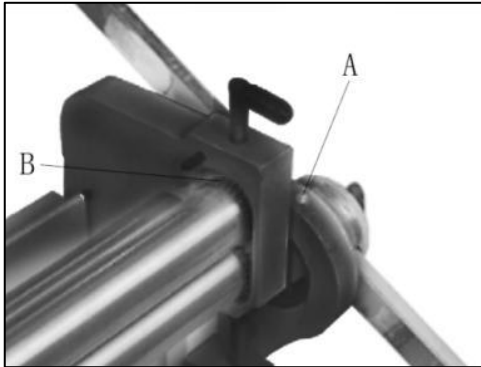

Abbildung 16
7. Tragen Sie einmal im Monat an den Schmiernippeln an beiden Enden des Rahmens (A, Abbildung 16).
9. Mehrzweckfett dünn auftragen die Zahnräder am Ende der Walzen (B, Abbildung 16). Drehen Sie den Bediengriff, um das Fett verteilen. 4. Halten Sie andere freiliegende Bereiche sauber und leicht mit Öl beschichtet, wie die Schere Klängen, Tisch und Oberwerkzeuge. (Entfernen Sie pper stirbt von bar für mehr effektive Reinigung).